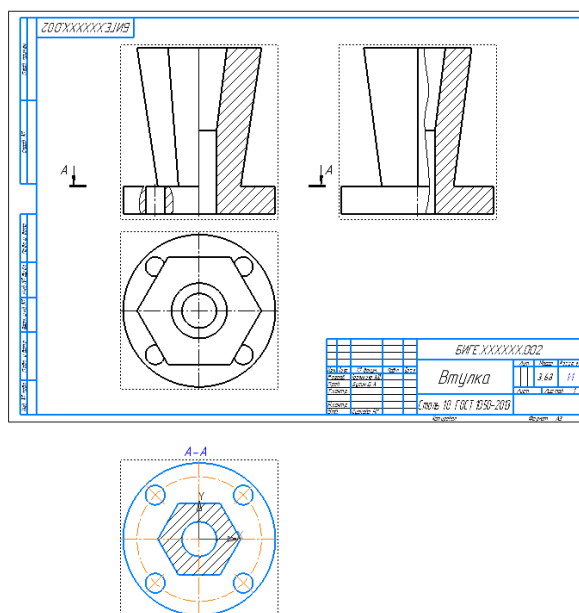

Рис. 26 Команда «Линия разреза/сечения»
- **Черчение – Обозначения – Линия разреза/сечения.** На виде Спереди указать положение секущей плоскости. Изображение разреза *A-A* сместить за поле чертежа. В дереве чертежа разрезу присвоить параметр «Погашенный». Назначить параметры текста для обозначения разреза (шрифт *GOST type B*, размер 7 мм, курсив) (рис. 26, 27).